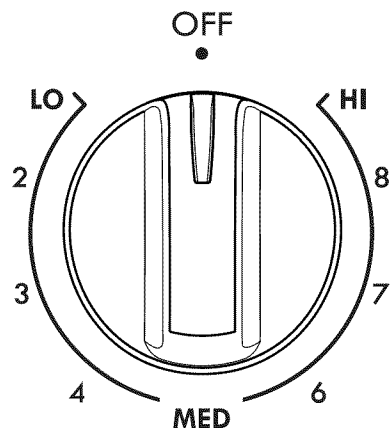

Figura 3: Control del elemento radiante sencillo
2. Oprima y gire la perilla de control del elemento superior hacia cualquier lado hasta llegar al ajuste deseado (Figura 3).